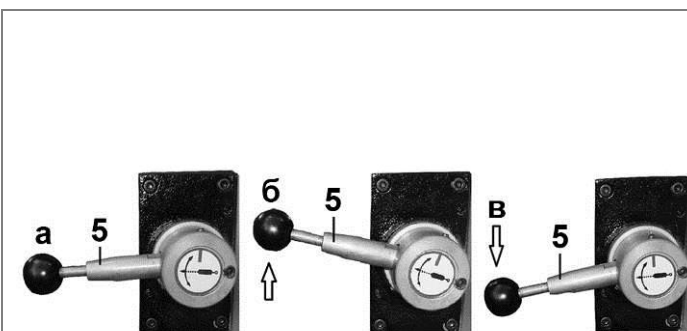
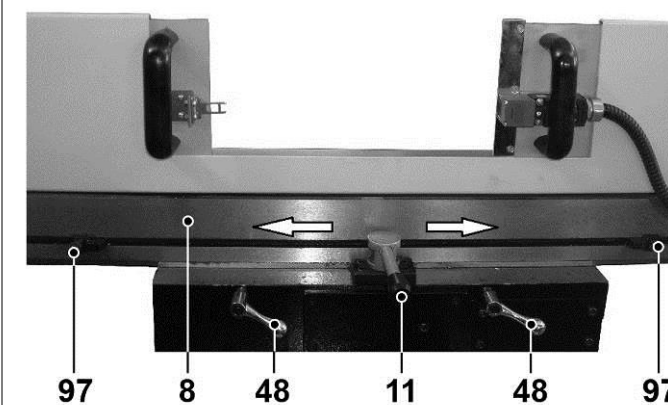
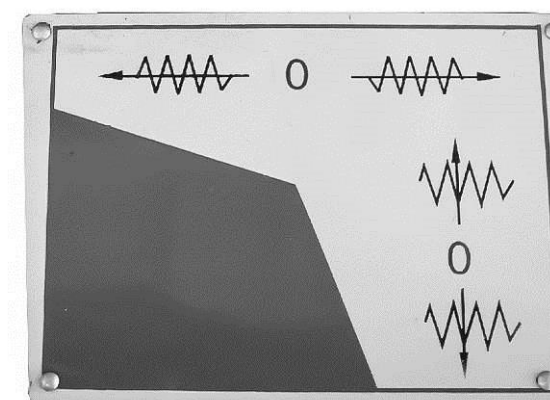

Рис. 33
Рис. 30
Рис. 31
10.4.1. Перед включением автоподачи, зажимными винтами (48) ослабьте фиксированное положение рабочего стола (8), установите ограничители автоматической подачи рабочего стола (97) в нужной позиции (Рис. 30).
10.4.2. Ручку автоматической подачи продольного перемещения рабочего стола (11) (Рис. 30) имеет 3 позиции: «влево», «стоп», «вправо» установите в необходимое направление по схеме (Рис. 31).
10.5. Включение автоподачи поперечного перемещения рабочего стола, Рис. 33
10.5.1. Перед включением автоподачи зажимными винтами (36) (Рис. 4) ослабьте фиксированное положение поперечного перемещения рабочего стола (8). Установите ручку подачи поперечного перемещения стола (5) согласно нижней части схемы (Рис. 31) и выберите нужное вам направление (Рис. 33); для этого оттяните на себя рычаг ручки (5). Установите необходимое положение (а - нейтральное, б – «вверх» (вперед), в – «вниз» (назад)). Установив положение, отпустите рычаг ручки (5).
10.6.1. Для автоподачи стола ослабьте фиксатор (65) и опустите его вниз до срабатывания концевого выключателя (SQ) (Рис. 18б, 18в), установите ручки (5, 11) в нейтральное положение (Рис. 30, 33).